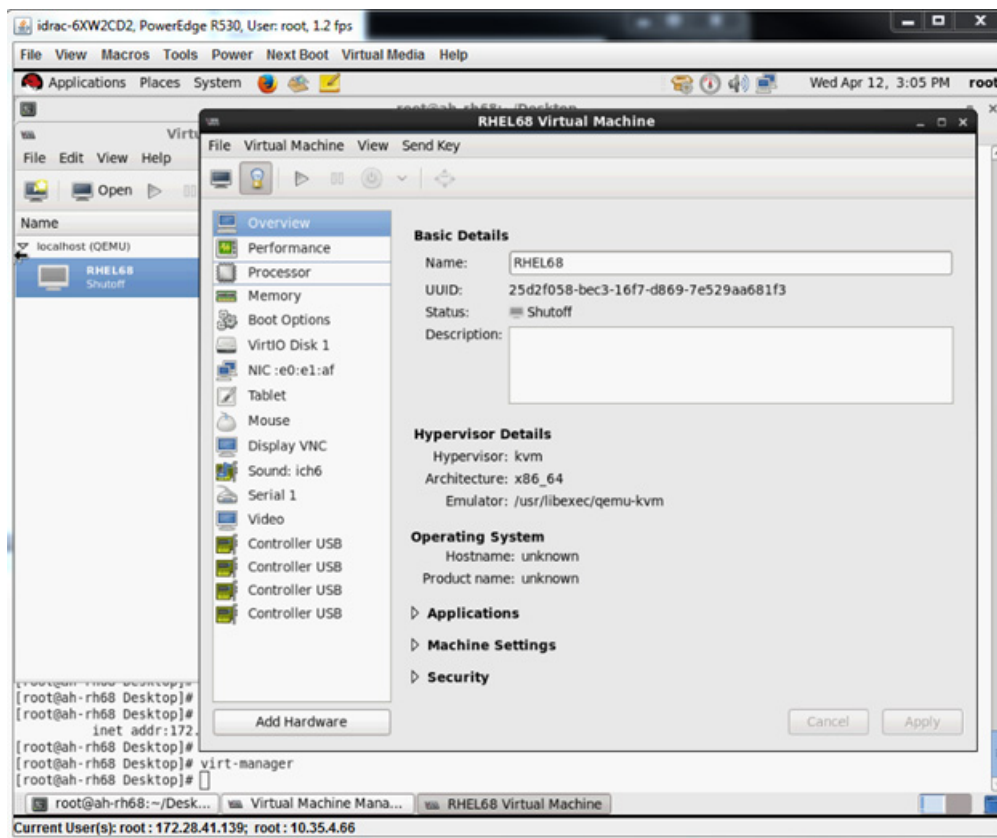

Ilustración 12-13. RHEL68 Virtual Machine (Máquina virtual RHELs68)
- a. En el cuadro de diálogo de la máquina virtual (Ilustración 12-13), haga clic en **Add Hardware** (Agregar hardware).